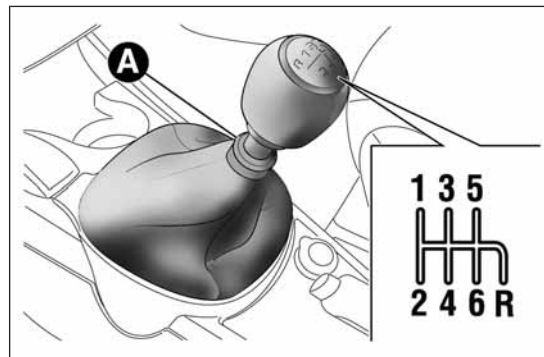
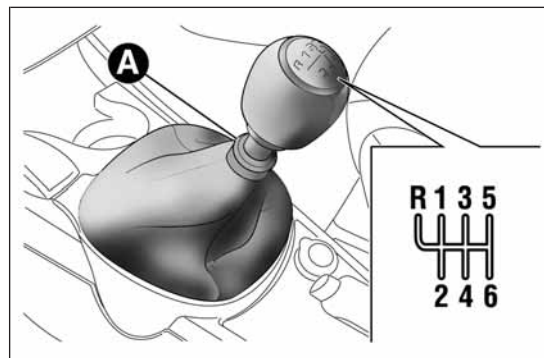
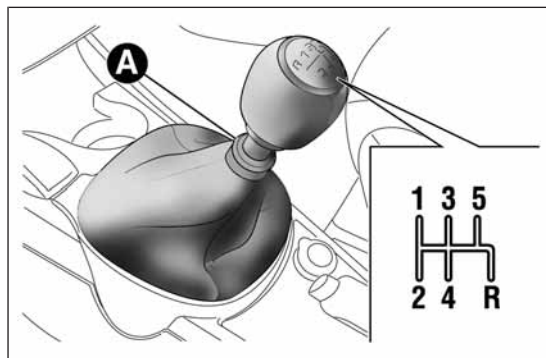

fig. 112
fig. 113
fig. 114
Para engranar las marchas, pisar a fondo el pedal del embrague y colocar la palanca de cambios en la posición deseada (el esquema para engranar las marchas se encuentra en la empuñadura de la palanca fig. 112, fig. 113, fig. 114).
- ❑ en versiones 1.4 Turbo MultiAir 170 CV Quadrifoglio Verde y 1.6 JTD_M, mover la palanca a la izquierda y adelante fig. 113;
- ❑ en las versiones Turbo TwinAir, 1.4 Gasolina, 1.4 Turbo MultiAir y 1.3 JTD_{M-2} mover la palanca hacia la derecha y después hacia atrás fig. 112 y fig. 114.